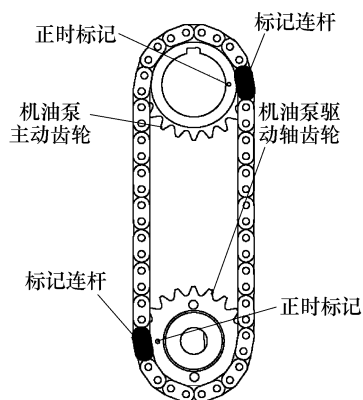

图 1-202 正时记号对准
③ 如图 1-202 所示, 将黄色标记连杆与各齿轮的正时标记对准。